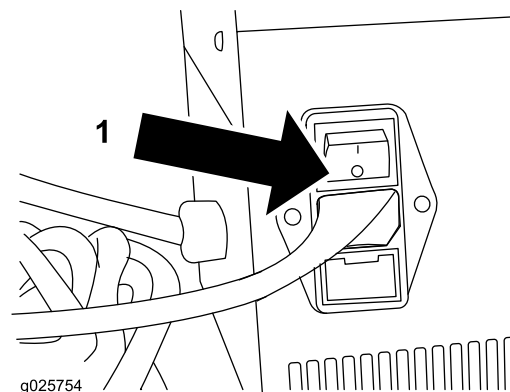

Bild 5
4. Prüfen Sie, ob das Ladegerät ausgeschaltet ist (Bild 5).